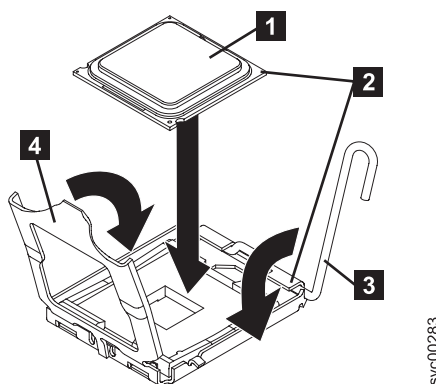

図 259. マイクロプロセッサとソケットとの位置合わせ
4. マイクロプロセッサ **1** をマイクロプロセッサのソケットの上方で位置合わせします (図 259 を参照)。マイクロプロセッサ・ソケットの三角形の位置合わせ用切り欠きと、マイクロプロセッサの三角形の位置合わせマーク **2** を利用して、マイクロプロセッサをソケットに合わせます。次に、マイクロプロセッサをそのソケットの上に静かに置きます。マイクロプロセッサを無理に押し込まないでください。マイクロプロセッサが、一方向にソケット上にはめ込まれるだけです。